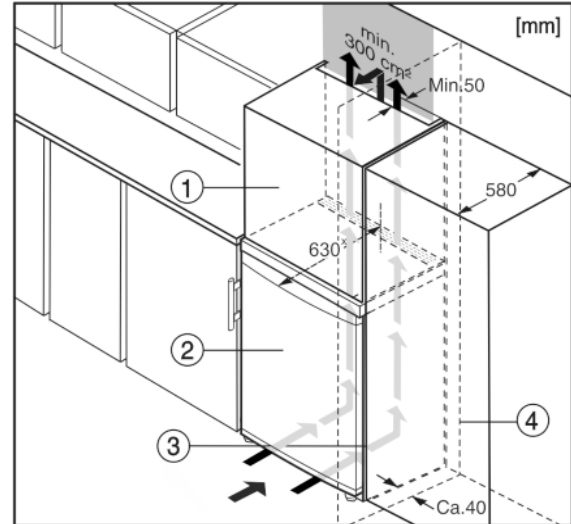

Fig. 5
- (1) Aufsatzschrank
- (2) Gerät
- (3) Küchenschrank
- (4) Wand
Das Gerät kann mit Küchenschränken umbaut werden. Um das Gerät Fig. 5 (2) der Küchenzeilenhöhe anzugleichen, kann über dem Gerät ein Aufsatzschrank Fig. 5 (1) angebracht werden.
Beim Umbau mit Küchenschränken (Tiefe max. 580 mm) kann das Gerät direkt neben dem Küchenschrank Fig. 5 (3) aufgestellt werden. Das Gerät steht seitlich 34 mm * und in der Gerätemitte 50 mm * gegenüber der Küchenschrankfront vor.
Wenn das Gerät mit den Scharnieren neben einer Wand Fig. 5 (4) aufgestellt wird, muss der Abstand zwischen Gerät und Wand mindestens 40 mm betragen. Dies entspricht dem Griffüberstand bei geöffneter Tür.